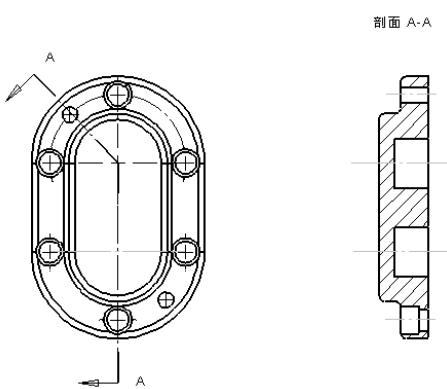

图 8-98 绘制中心线
**05** 绘制中心线。单击“草图”工具栏中的“中心线”图标按钮 $\text{中心线}$ ，在主视图中绘制中心线，如图8-98所示。